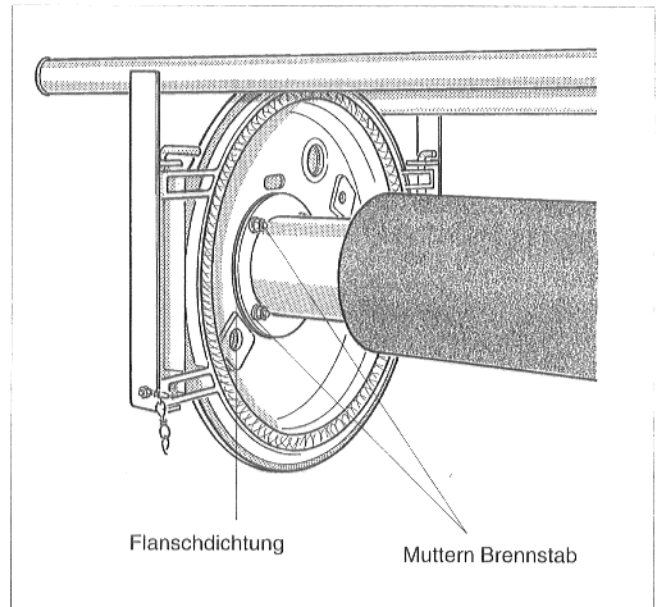

Abb. 6: Abbildung mit altem Brennstab
- Die vier Muttern des Brennstabes lösen (Abb. 6).
- Bringen Sie die neue Flanschdichtung an und schrauben Sie den neuen Brennstab wie in Abb. 6 an.